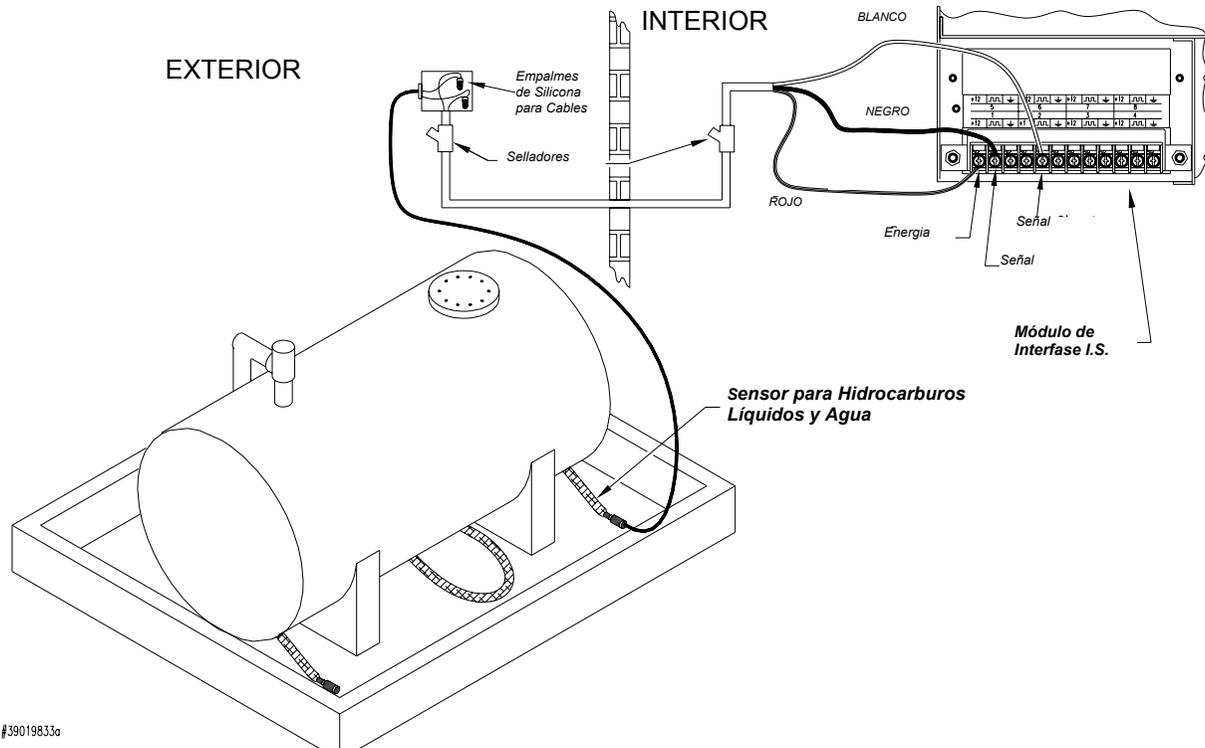

Figura 19: Instalación de un Sensor de Hidrocarburos Líquidos y Agua
- Vea la Figura 19 en la Página 51.